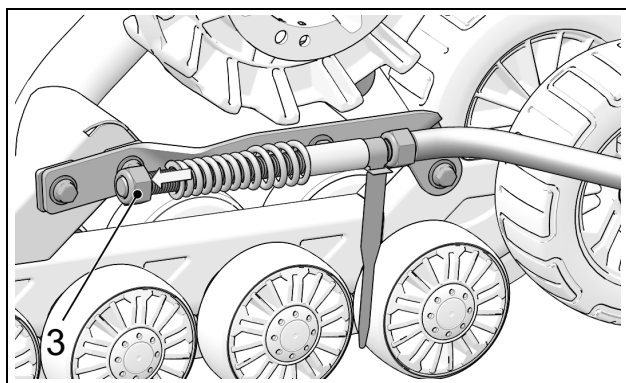

Figure 11
- Desserrer l'écrou (3) comprimant le ressort du bras stabilisateur. Voir la Figure 11.